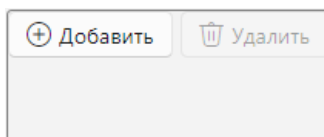

Рисунок 9.3.1 – Добавление модуля
- a. Нажмите кнопку **Добавить** в области работы с модулями (см. рисунок 9.3.1).